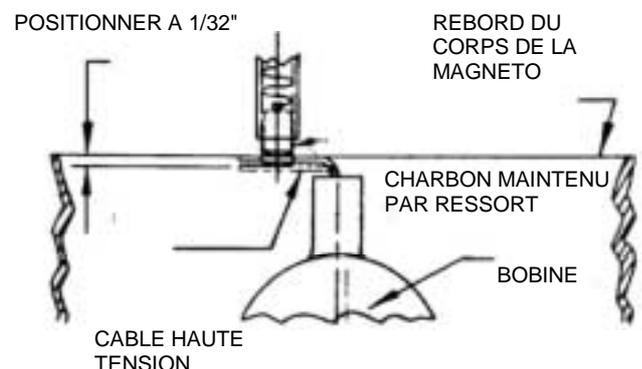

Figure 7.7
- Positionner le câble haute tension de la bobine à  $\frac{1}{32}$  d'inch (env. 0.08 cm) sous le rebord du corps de la magnéto. (Voir figure 7.7)